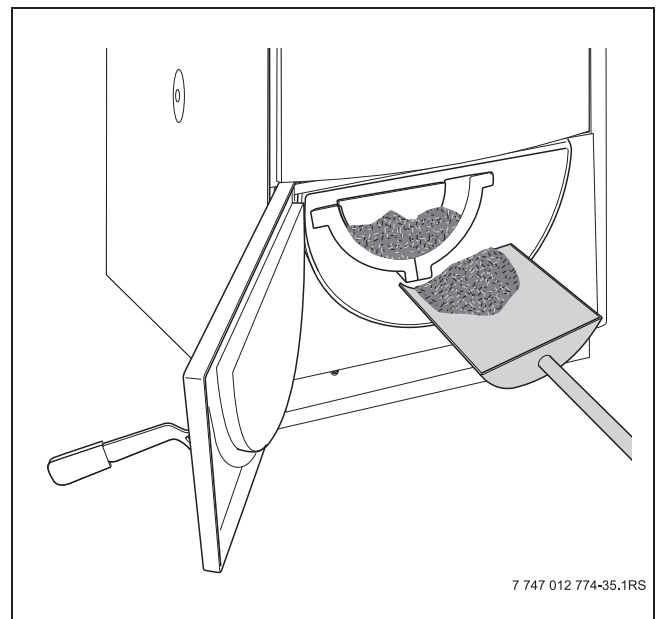

Figura 28 Îndepărtarea cenușii
- Se scot resturile de ardere din camera de ardere cu ajutorul lopeții mici pentru cenușă (-> figura 28).